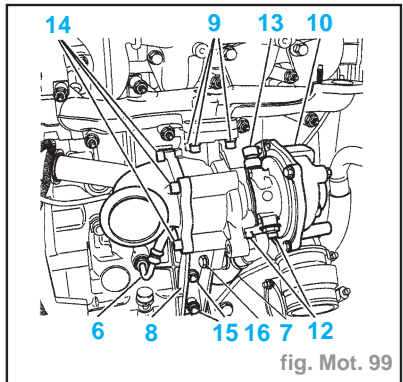

fig. Mot. 99
Impératif : Remplacer systématiquement les écrous (9) (fig. Mot. 99).